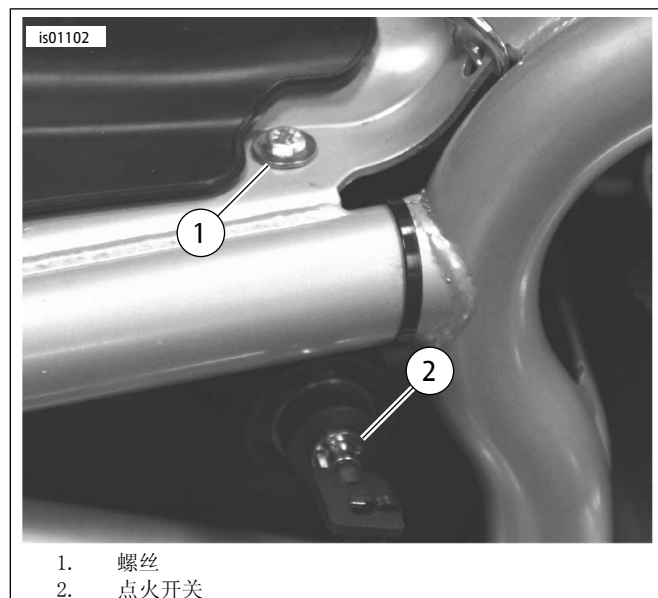

图5. 接地连接(2006年款及之前的威路德车型)
- 参见图5。拆下螺丝(1，在座位下方)，它将点火开关(2)固定到车架右侧。